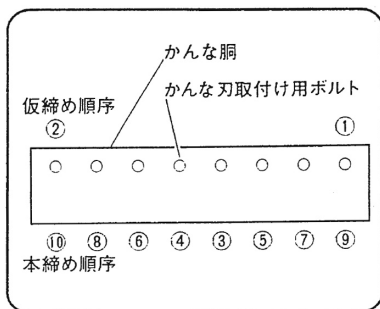

図 29
○ かなな刃が飛び出さない程度に①, ②の順に仮締めをします。(図 29)
○ ③～⑩(中央から両端)の順に本締めをします。最初は力を加減して③～⑩の順に繰り返し締め最後にきつく締めます。(図 29)